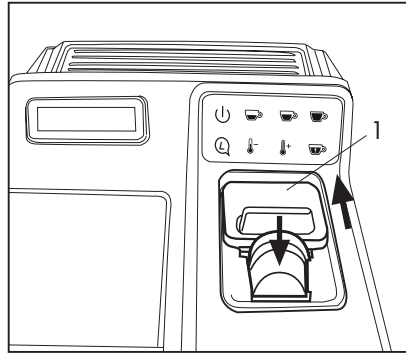

Fig. 10
- Ouvrir le volet (1) et introduire une capsule dans l'espace prévu à cet effet. (Fig. 10)